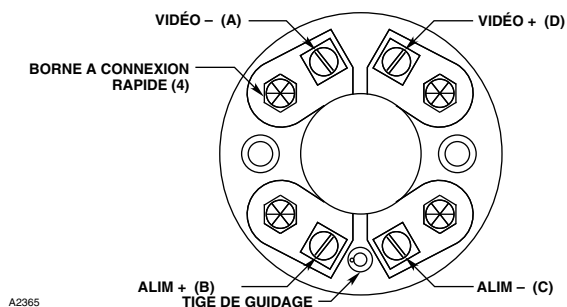

Figure 6—Terminal Electrique de la Caméra
3. Connecter le câblage externe aux bornes à visser marquées A-, B-, C- et D- sur le terminal électrique de la caméra. Voir Figure 6.